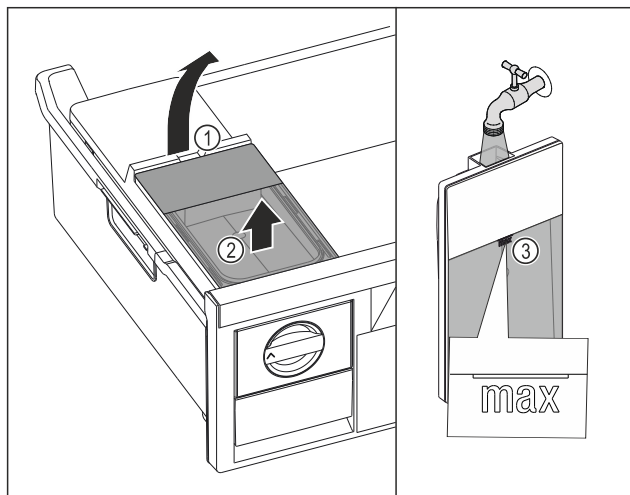

Fig. 166
- Zbiornik wody unieść za wycięcia Fig. 166 (1).
- Wyjąć zbiornik wody do góry. Fig. 166 (2)
- Zbiornik wody napełnić wodą pitną aż do oznaczenia Fig. 166 (3).